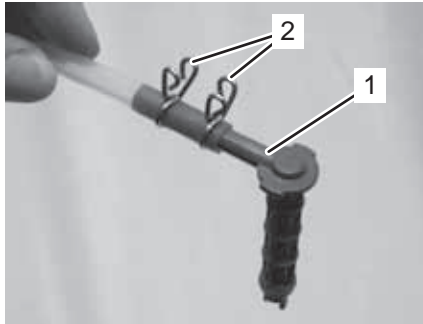

Fig. 26
7. Enfichez l'extrémité la plus courte du tuyau distributeur sur le raccordement de bière (Fig. 26/1).
8. Déplacez les pinces pour tuyaux (Fig. 26/2) sur le tuyau distributeur et sur le raccordement de bière.